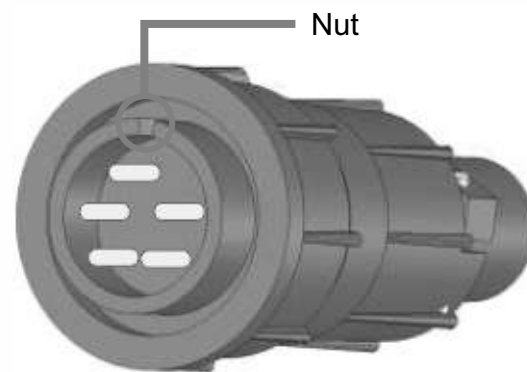

Abb.2
- 1) Stecken Sie das Schwimmkabel des Reinigers in das Netzteil. Stellen Sie dabei sicher, dass Nut und Feder von Stecker und Buchse exakt ineinander passen (siehe Abb. 2).